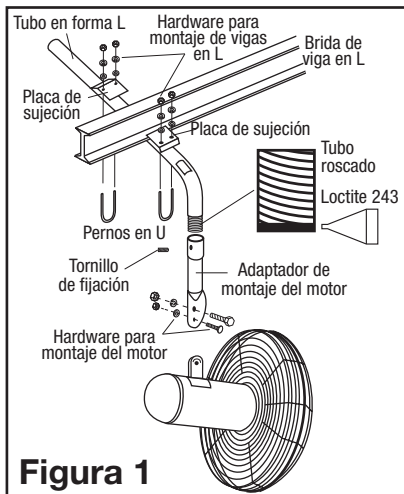

Figura 1
2. Aplique (1) tubo entero de Loctite #243 en las primeras 2 roscas de un extremo del tubo en forma de L (**Figura 1**).
3. Enrosque el adaptador de montaje del motor en el tubo en forma de L. El adaptador de montaje del motor DEBE enroscarse al menos 4 vueltas completas. No permita que el Loctite n.º 243 se seque antes de la unión (**Figura 1**).
4. Gire el adaptador de montaje del motor hasta la ubicación deseada y ajústelo con el tornillo de fijación de 1/4 pulg. provisto. (**Figura 1**).
5. Coloque el tubo en forma de L con el adaptador de montaje del motor en la ubicación deseada en la brida de la viga en I. Instale los pernos en U de 5/16 x 2 pulg. sobre el tubo en forma de L y a través de los orificios de la placa de sujeción. La parte plana de la placa de sujeción encaja en la brida de la viga en I y el extremo ligeramente doblado se apoya contra el tubo. Instale la arandela plana, la arandela de seguridad y las tuercas. Apriete las tuercas del perno en U con los dedos (**Figura 1**).
6. Deslice la placa de sujeción sobre la brida de la viga I hasta que los pernos en U entren en contacto con la brida (**Figura 1**).
7. Ajuste el tubo en forma de L de modo que la placa de sujeción delantera esté lo más cerca posible de la etiqueta en la curva (**Figura 1**).
8. Apriete las tuercas del perno para que el tubo en forma de L no se mueva (**Figura 1**).